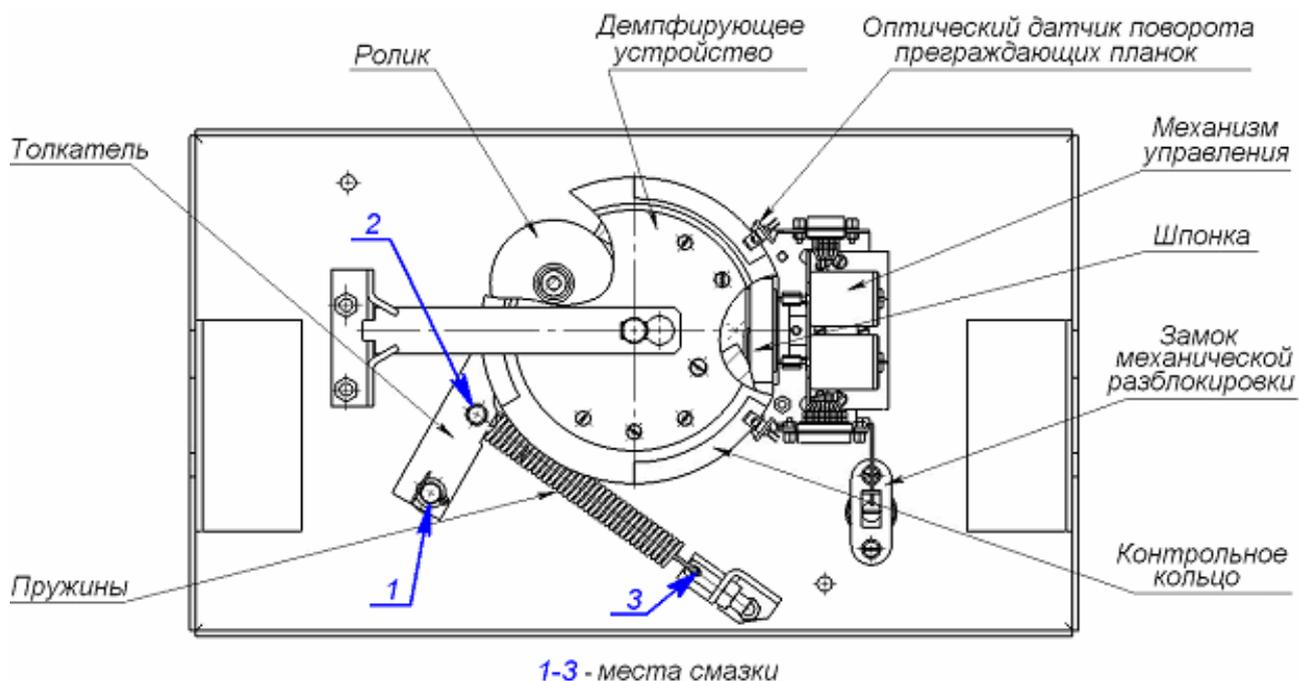

Рисунок 14. Расположение внутренних деталей и узлов стойки ЭП
2. Снимите крышку (3) в порядке, указанном в разд. 6 «Маркировка и упаковка».
4. Осмотрите устройство доворота (толкатель, пружины и ролик), оптические датчики поворота преграждающих планок и демпфирующее устройство (см. рис. 14).
6. Выполните смазку узлов трения механизма ЭП смазкой ШРУС-4. Не допускайте попадания смазки на поверхность кольца диска контрольного и на ролик. Смазку производите в следующих точках (места смазки указаны на рис. 14):
- механизмы секретности замка механической разблокировки (7), замка крышки (4) и замков заглушек стойки ЭП (11) со стороны замочной скважины;
8. Проверьте крепление преграждающих планок (5), для этого:
- отверните отверткой винт М4×25 крепления крышки (6) и снимите крышку;